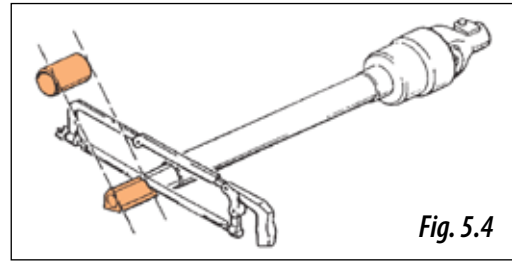

Fig. 5.4
- 3- Cortar la parte sobrante de plástico y de metal en la misma medida en ambas piezas y volver a montar la transmisión (Fig. 5.4).